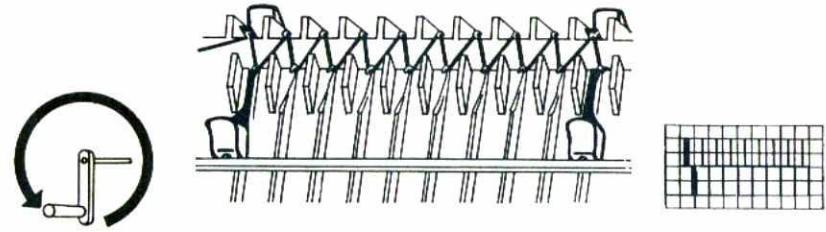

Fig. 56
1. Gang: Mit der anderen Hand das Schloss nach links schieben, wobei das «Netz» gelegt wird, d. h. das Garn wird zwischen den beiden Nadelreihen im Zick-Zack ausgespannt, Fig. 56